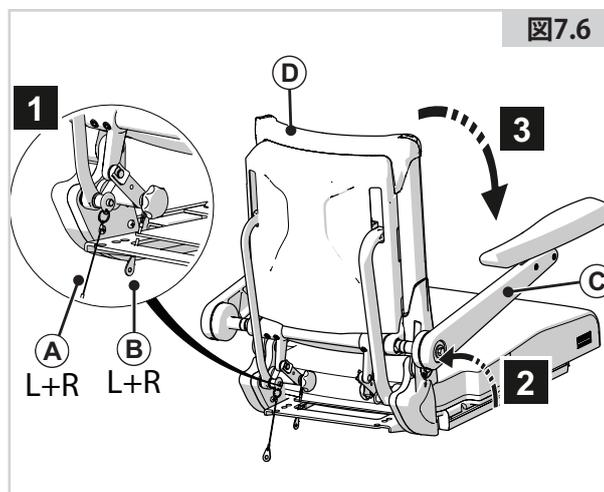

図7.6
7.5 リクライニングアームレスト付きのリクライニングバックレストを折りたたむ (図7.6)